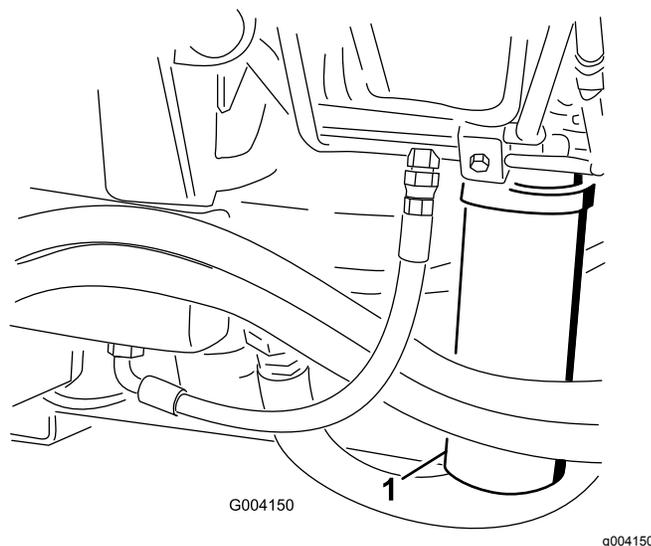
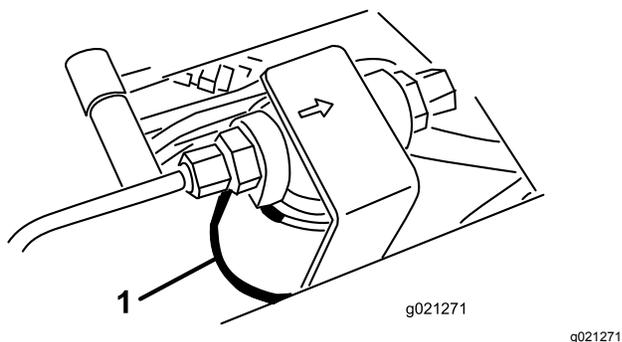

Рисунок 102
Рисунок 101
2. Очистите область вокруг места крепления фильтра и установите сливной поддон под фильтр (Рисунок 101 и Рисунок 102).